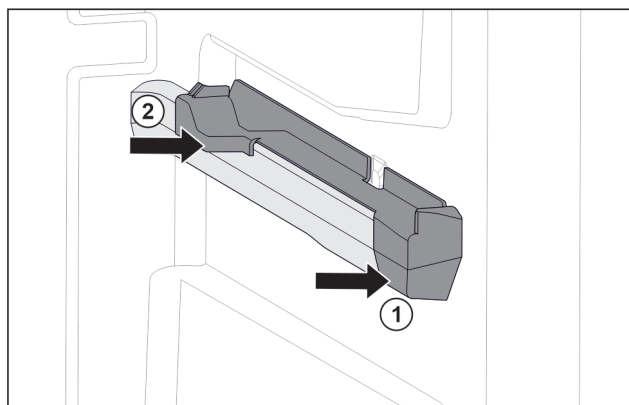

Fig. 55 Nasazovací díl na pravém žebrování na nádoby
- ▶ Nasadte nasazovací díl na žebrování na nádoby. Fig. 55 (1)
- ▶ Přitlačte nasazovací díl k zadní části. Fig. 55 (2)